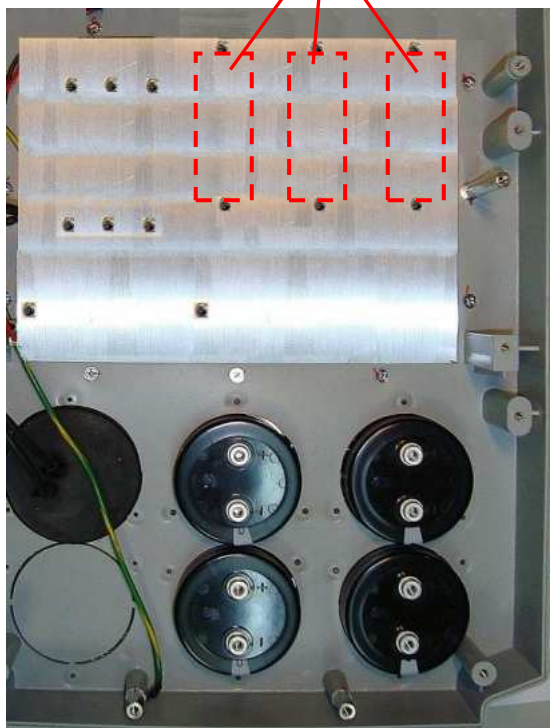

Рис. 7.8
7.5.2. Протереть радиатор в месте установки модуля салфеткой, смоченной СБС (рис. 7.8).
7.5.3. Установить модуль над отверстиями радиатора (рис. 7.8, 7.9). Слегка притереть модуль к радиатору и вкрутить два винта для предварительного крепления модуля (рис. 7.9, желтые стрелки).